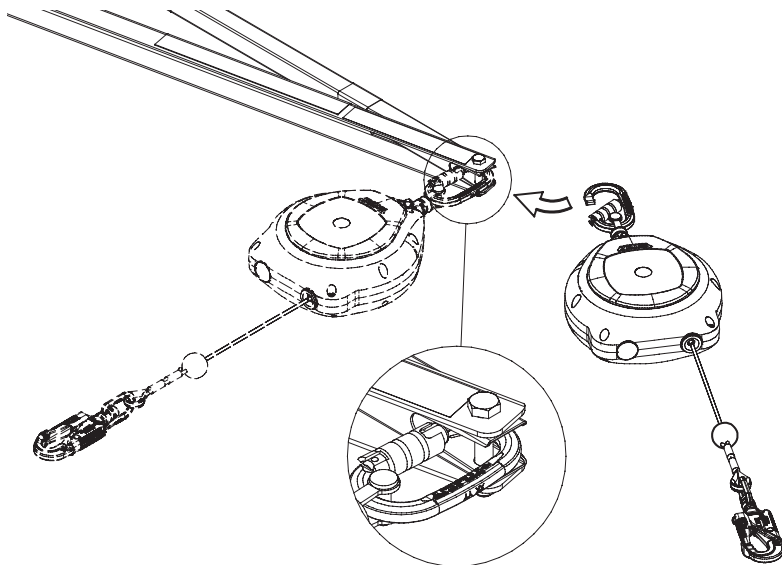

Figure 29. Fixation d'un enrouleur automatique d'arrêt de chute Falcon 6,2 m.
- 10.2. Raccordez le dispositif d'arrêt de chute rétractable. Assurez-vous que le composant soit correctement attaché et fixé à l'ancrage SkyReach. La Figure 29 montre comment l'enrouleur automatique d'arrêt de chute Falcon de 6,2 m est fixé au point d'ancrage.